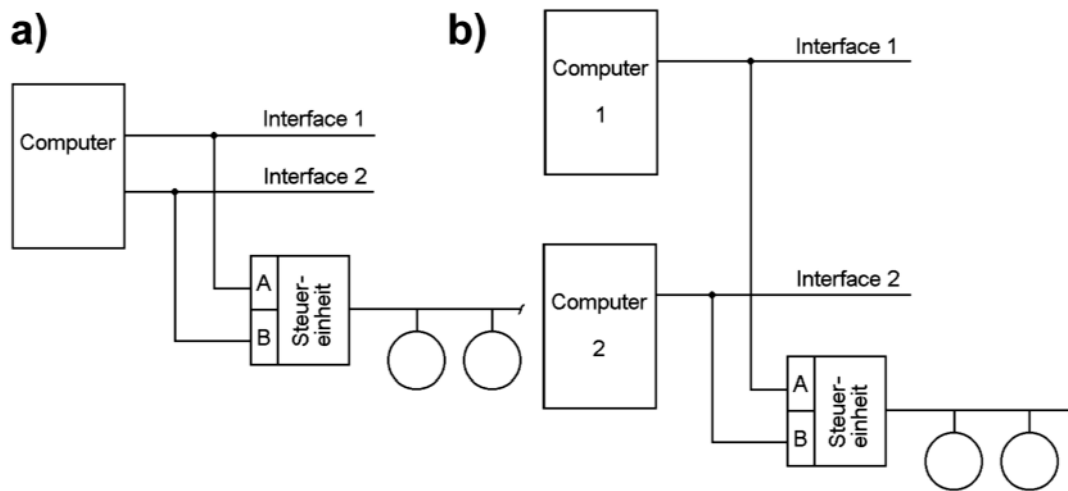

Abbildung 5.2 Multi-Port-Organisation: Konfigurationsbeispiele
Dieser Begriff besagt, daß eine Gerätesteuereinheit mit mehr als einem Interfaceanschluß ausgerüstet ist. Damit kann man sehr interessante Konfigurationen verwirklichen (Abbildung 5.2): Man kann mehrere Computer E-A-seitig koppeln oder von einem Computer aus über mehrere Kanäle mehrere parallel arbeitsfähige Verbindungen herstellen. Nutzen: (1) Zugriffsbeschleunigung durch Nutzung mehrerer Zugriffswege, (2) Ausfallreserve bzw. Fehlertoleranz (wenn ein Interface ausgefallen ist, kann man versuchen, über andere Wege dennoch eine Verbindung zustande zu bringen oder die Übertragung zu einem Reservegerät umzuleiten)* (3) gemeinsame Nutzung von Peripherie durch mehrere Rechner. Das kann aus wirtschaftlicher Sicht sinnvoll sein (Ausnutzung teurer Hochleistungsperipherie), hat aber auch Bedeutung für die Systemorganisation. So hat es sich seit langem bewährt, mehrere Rechner über gemeinsame Massenspeichersubsysteme zu koppeln (die Übertragungsgeschwindigkeit ist recht hoch, und alle Maschinen haben unmittelbar Zugriff auf die gemeinsame Datenbasis (Datenverbund)).
Im SCSI-Bereich sind Gerätesteuereinheiten gemäß Abbildung 5.2 selten^{*)}. Die typischen SCSI-Geräte werden direkt (also nicht über eine besondere Steuereinheit) mit dem Interface verbunden. Sie haben nur einen einzigen Interfaceanschluß. Es ist aber möglich, an einem SCSI-Kabel mehrere Hostadapter zu betreiben. So kann man Konfigurationen ähnlich Abbildung 5.2b näherungsweise nachbilden (mehrere Computer arbeiten über je einen Hostadapter auf ein gemeinsames SCSI-Kabel). Die Hostadapter müssen die Busvermittlung (Arbitrierung) unterstützen^{**)}. Anwendung: zur gemeinsamen Nutzung von Peripherie durch mehrere Rechner (Datenverbund); im PC-Bereich vor allem zum Koppeln von Servern (Clustering).